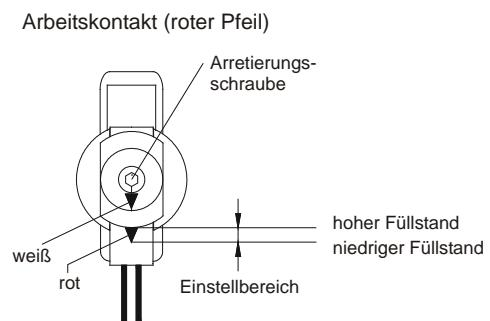
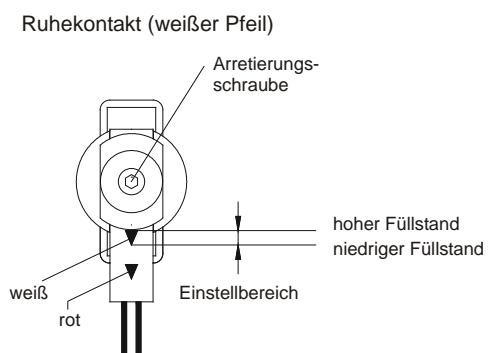

Abb. 15
Abb. 16
- ⇒ Danach lösen Sie die Arretierungsschraube (Innensechskant SW2,5 bei Messing- und Edelstahlausführung bzw. Kreuzschlitz bei Kunststoffausführung) und verschieben die Schalteinheit so weit, dass bei gewünschtem Arbeitskontakt (→ Abb. 15) der rote bzw. bei Ruhekontakt (→ Abb. 16) der weiße Pfeil am Eingang der Führung der Schalteinheit sichtbar ist.